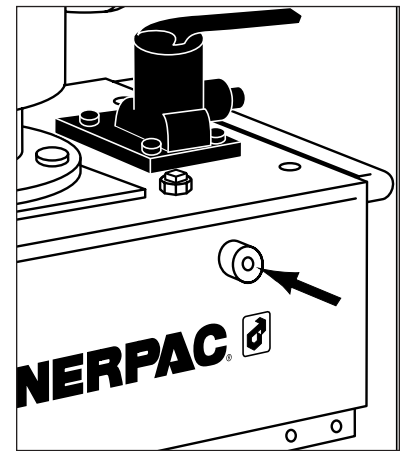

Figure 16
3. Retirer le bouchon du côté du réservoir (voir la figure 16). Insérer une clé hexagonale de 3 /16 po dans la vis de réglage se trouvant à l'intérieur de l'ouverture. Fermer le clapet et laisser la pression monter dans le système. Tourner la vis de réglage vers la gauche pour réduire la pression et vers la droite pour l'augmenter.